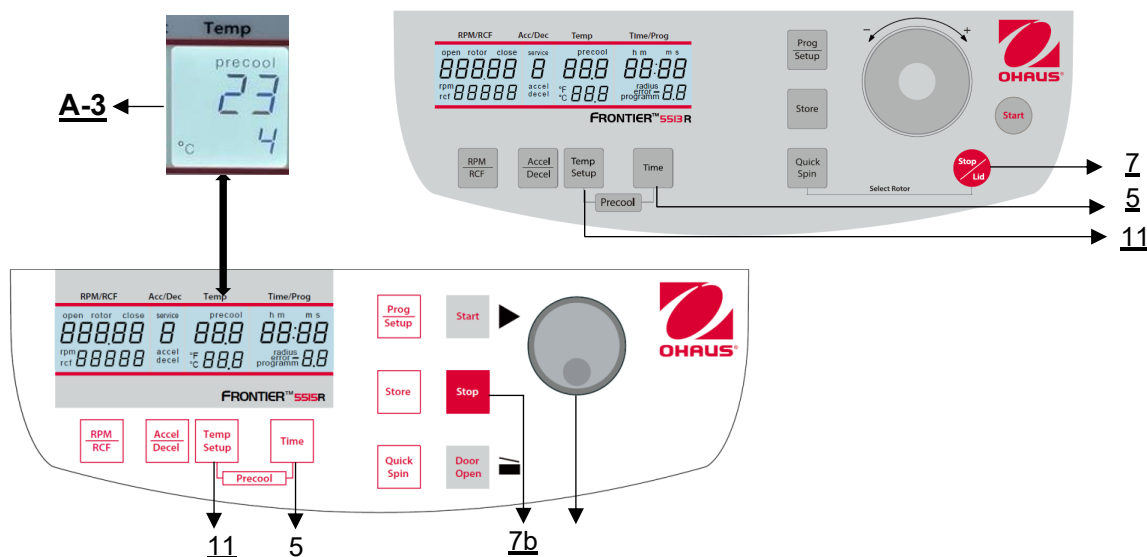

Figura 16
Si las muestras son sensibles a la temperatura, es útil preenfriar la centrífuga, el rotor y eventualmente los cubos a la temperatura de trabajo requerida. Para ello, introduzca el rotor deseado y preajuste la temperatura correspondiente. Pulsando simultáneamente las teclas **"Temp/Setup"** (11) y **"Time"** (5) se puede iniciar la marcha (**Figura 16**). Durante la marcha, el aparato elige automáticamente una velocidad de giro equivalente al 30% o al 50% de la velocidad de giro permitida del rotor respectivo (según el rotor). Una vez alcanzada la temperatura preajustada, puede salir de la marcha de preenfriamiento con la tecla **"Stop"** (7b) o **"Stop | Lid"** (7).